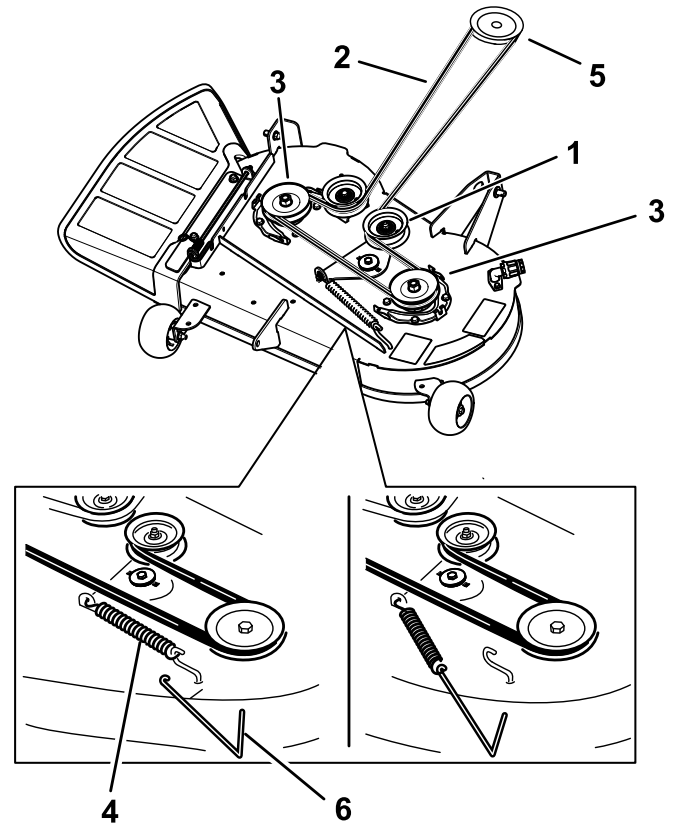

Figure 58
5. À l'aide d'un outil de dépose de ressort (réf. Toro 92-5771), décrochez le ressort du crochet sur le tablier pour détendre la poulie de tension et déchaussez la courroie des poulies (Figure 58).
6. Acheminez la courroie neuve autour de la poulie du moteur et des poulies du tablier de coupe (Figure 58).
7. À l'aide d'un outil de dépose de ressort (réf. Toro 92-5771), accrochez le ressort au crochet situé sur le tablier, afin d'exercer une tension sur la poulie de tension et la courroie du tablier de coupe (Figure 58).